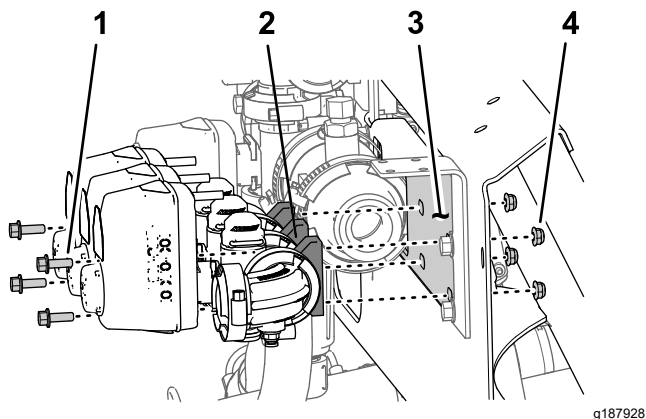

Figura 52
1. Retire los 2 pernos con arandela prensada ($\frac{1}{4}$ " x $\frac{3}{4}$ ") y 2 contratuercas ($\frac{1}{4}$ ") que sujetan la válvula de sección del brazo derecho al soporte del distribuidor (Figura 52).
2. Retire los 2 pernos con arandela prensada ($\frac{1}{4}$ " x $\frac{3}{4}$ ") y 2 contratuercas ($\frac{1}{4}$ ") que sujetan la válvula de sección del brazo izquierdo al soporte del distribuidor (Figura 52).
3. Retire las válvulas de sección de los brazos del soporte del distribuidor y aparte las válvulas (Figura 52).